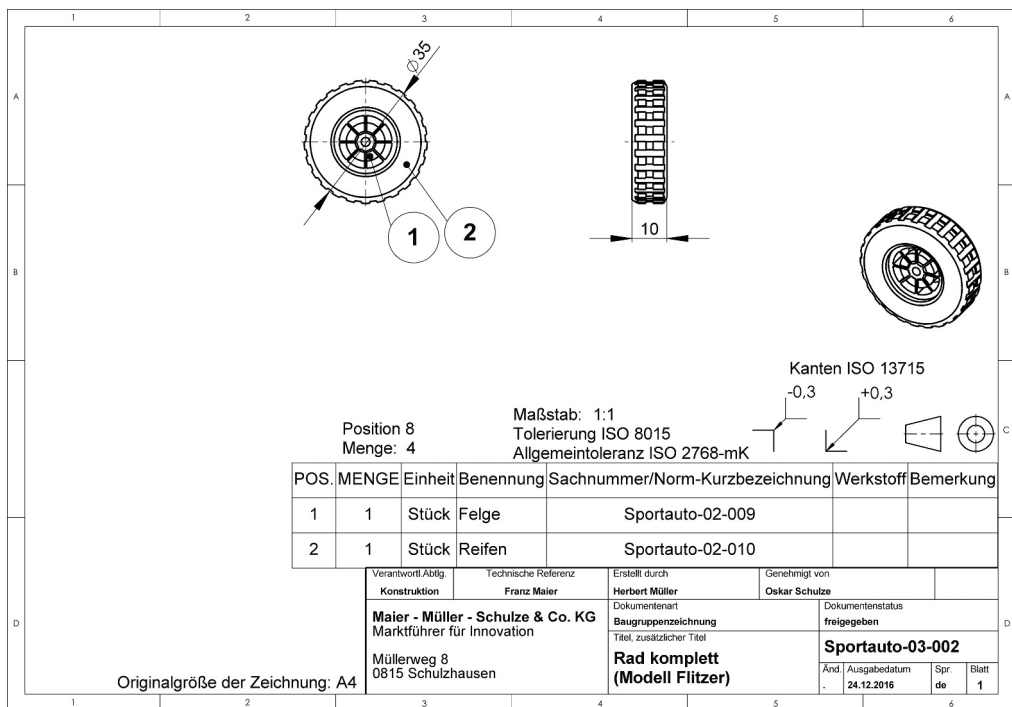

Abbildung 1.6: Baugruppenzeichnung »Rad komplett« (Modell »Flitzer«) inklusive Stückliste
- ✓ In der **Baugruppenzeichnung** oder kurz Gruppenzeichnung wird die richtige Zusammengehörigkeit mehrerer Einzelteile und/oder Unter-Baugruppen zu einer Baugruppe festgelegt. Alle Einzelteile oder Unter-Baugruppen werden mit einer *Positionsnummer* versehen, um einen Bezug zur Stückliste herzustellen. Die Stückliste selbst ist entweder direkt auf der Zeichnung aufgeführt oder wird als eigenständiges Dokument erstellt (mehr über Stücklisten finden Sie übrigens in Kapitel 2). In Abbildung 1.6 können Sie sehen, wie sich das Rad des »Flitzers« zusammensetzt.